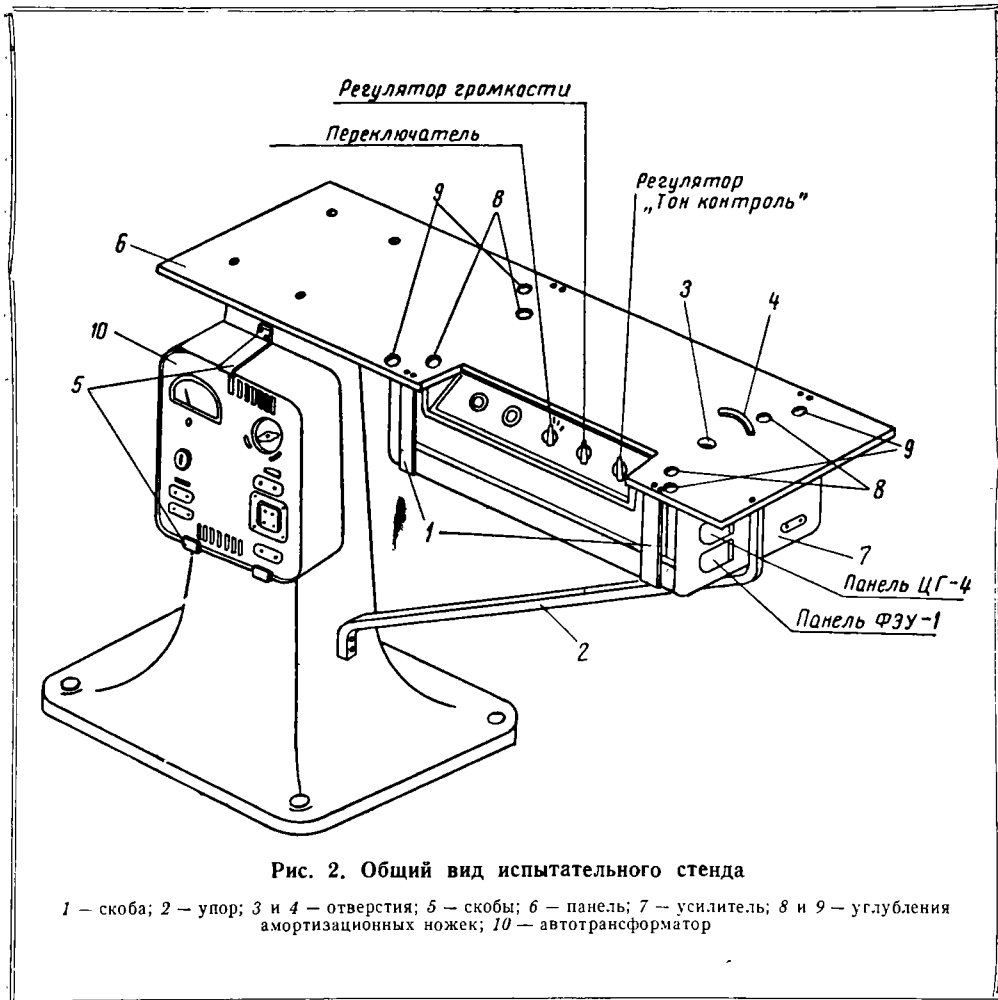

Рис. 2. Общий вид испытательного стенда
Усилитель закреплен под панелью испытательного стенда, сделанного из стойки от проектора СКП-26 (рис. 2). Усилитель, с которого снимаются ручка и механизм установки угла наклона, крепится двумя скобами 1. Для жесткости конструкции поставлен упор 2. Панель 6 изготовлена из толстой фанеры (ее можно изготовить и из текстолита). В панели сделаны отверстия 3 для прохождения пучка света к умножителю ФЭУ-2 и рычага заслонки этого отверстия 4, а также углубления для амортизационных ножек проекторов ПП-16-1 (8) и 16-3П (9). Углубления помогают правильно установить проекторы.